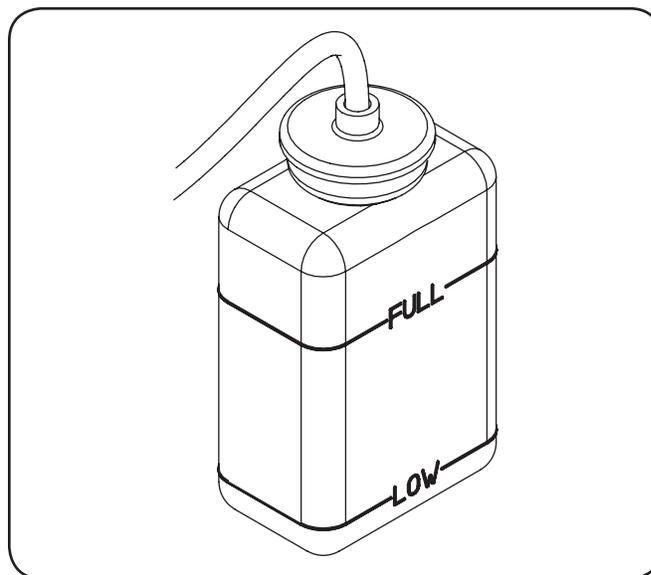

Figure 5-2
3. Si le niveau de liquide est sous le repère LOW (Bas), retirez le bouchon du réservoir et ajoutez du liquide de refroidissement jusqu'au repère FULL (Plein). Voir Figure 5-2.